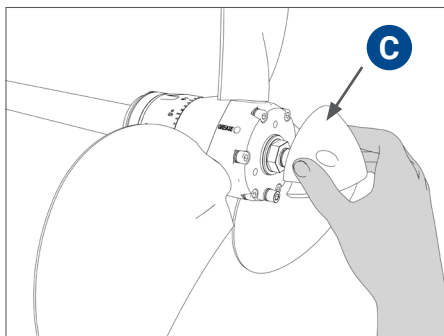

FIG. 18 Placer l'anode "C"
- Placer l'anode **C** et la fixer à l'aide des 3 vis spéciales en inox **D** (Fig. 18 - 19 - 20).